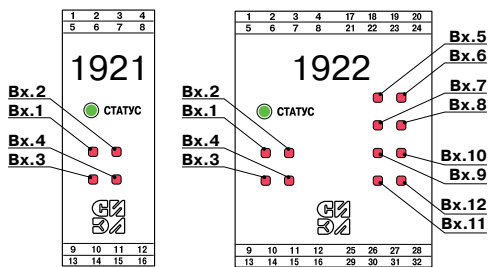

Рис.2.
3.4.4. Светодиоды контроля состояния входов загораются при включении датчиков, подключенных к соответствующим входам. Расположение светодиодов на лицевых панелях модулей представлено на рис.2.